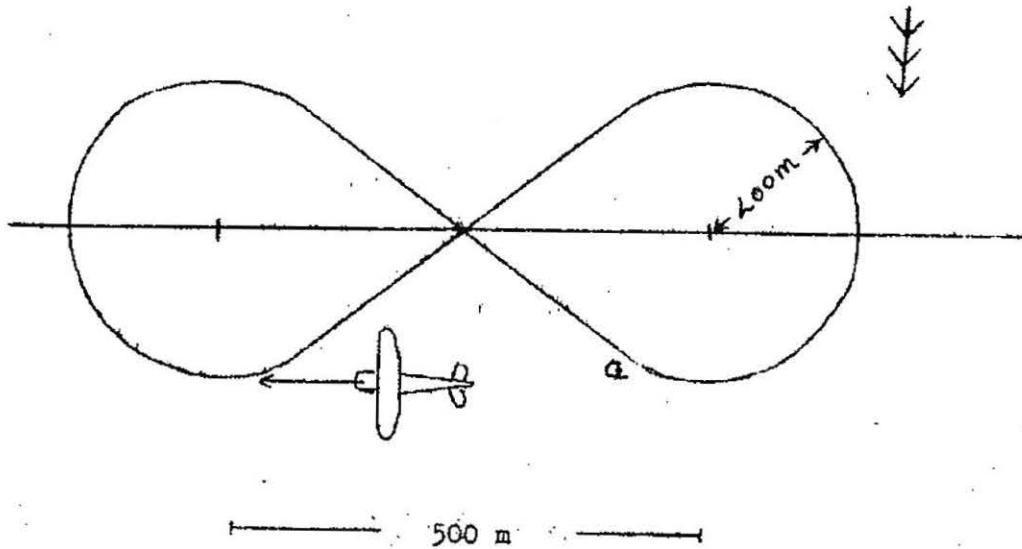

Fig. 14
- b. Start øvelsen på nedvindssiden og parallelt med linjen mellom punktene (se fig 14). Sving rundt merket med en radius på ca 200 meter. Rull ut av svingen med innlagt driftskorreksjon og med et bakketrekk som vil krysse den tenkte linje midt mellom punktene. Denne første svingen gjøres bare for å få flyet korrekt over inngangspunktet, og hører ikke med til øvelsen.
- c. I det flyet kommer til punkt a (fig 14) legges flyet inn i sving til venstre rundt merket, med radius på 200 meter. Øvelsen fortsetter som vist på figuren. Krengningen varieres i forhold til vinden slik at bakketrekket får en konstant radius. Hvis det er vind må driftskorreksjon legges inn på den rette strekningen og svingen startes litt før det angitte punkt for at bakketrekket skal holdes.